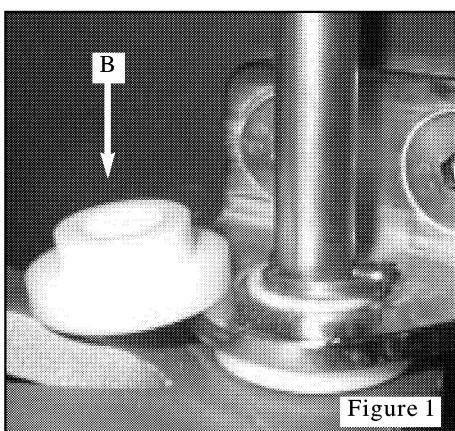

Figure 1
- Poser les coussinets (ref. B) sur les femelots, celui du bas tête en bas, en le maintenant en position si nécessaire (figure 1).